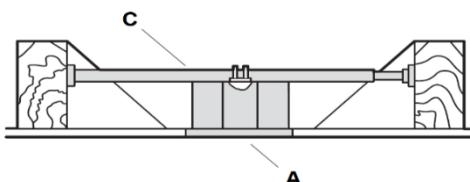

Fig. 5
**NOTA:** Al instalar en techos en ángulo, la abertura del soporte de armado (B) debe apuntar hacia el pico.
Para colgar el ventilador donde ya existe una luminaria pero no hay una viga de techo, es posible que necesite instalar una barra de colgado (C) como se ilustra en la **Fig. 5**. Asegúrese de que la barra de colgado que compra se ha diseñado para utilizarse con ventiladores de techo.